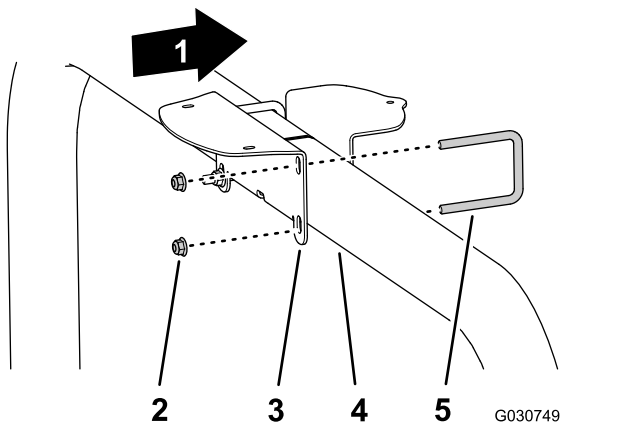

図 143
- WAASwide area augmentation system付きGNSSを搭載している機体では、Uボルト2本とフランジロックナット4個3/8 inchを使用する 図 143。